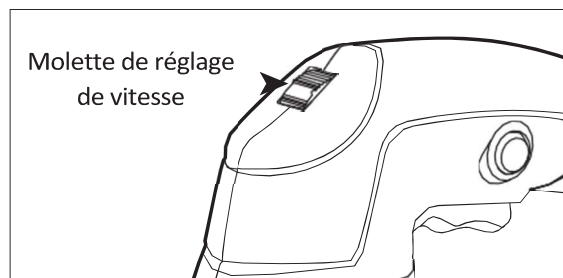

Figure 3
2. Pour ajuster la vitesse, tournez la molette de réglage de vitesse de 1 (la vitesse la plus lente) à 6 (la vitesse la plus rapide). Voir la figure 3, ci-dessous.